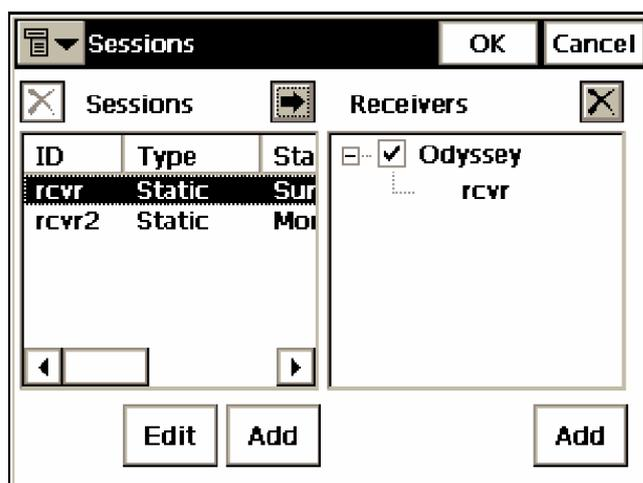

Рисунок 4-46. Редактировать сеанс
Чтобы создать или редактировать сеансы автоматической съемки с постобработкой (только в режиме GPS+), выберите **Edit > Sessions** (**Редактировать > Сеансы**) (рис. 4-46).
4. Чтобы скрыть/показать план сеансов измерений приемника, нажмите на значок "-/+", расположенный рядом с названием приемника (рис. 4-46 на стр. 4-32).
5. Чтобы добавить сеанс измерений к плану сеансов приемника, в левой части окна выделите добавляемый сеанс, в правой части поставьте флажок около необходимого приемника, после чего нажмите кнопку  (рис. 4-46 на стр. 4-32)
6. Для того чтобы редактировать сеанс измерений, выделите его в левой части окна и нажмите кнопку **Edit (Редактировать)** (рис. 4-46 на стр. 4-32).
7. Для удаления сеанса измерений из списка сеансов приемника используйте кнопку  (рис. 4-46 на стр. 4-32).